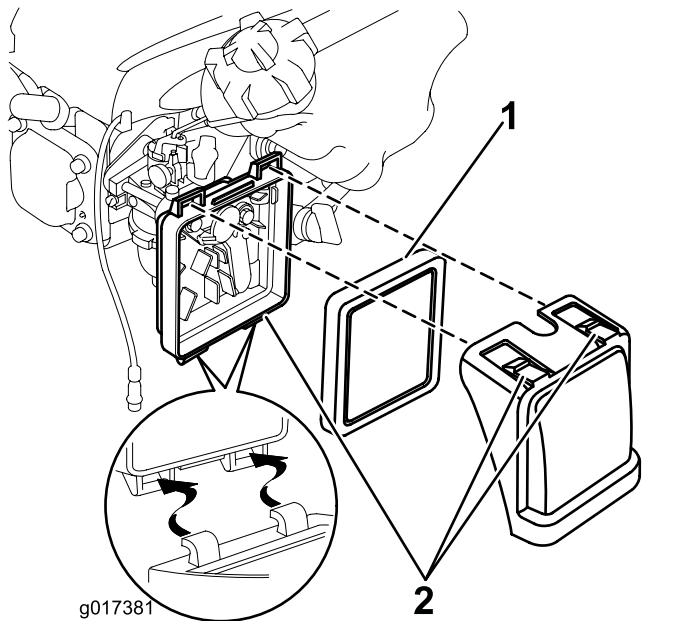

Figura 18
1. Pressione as patilhas do trinco na parte superior da cobertura do filtro de ar (Figura 18).
2. Abra o motor (Figura 18).
3. Retire o filtro (Figura 18).
6. Introduza o filtro no filtro de ar. (Figura 18).
7. Coloque a tampa (Figura 18).